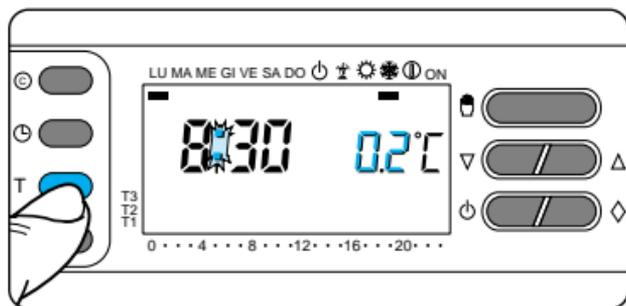

Fig. 77
15.3 - Premere il pulsante T (fig.77).